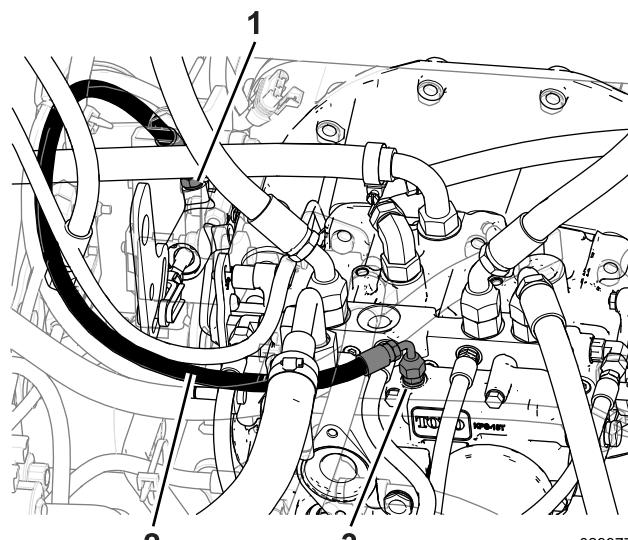

Figura 12
4. Ligue a união do tubo (90 graus) no tubo hidráulico curto à união hidráulica (reta) na transmissão hidráulica (Figura 12)